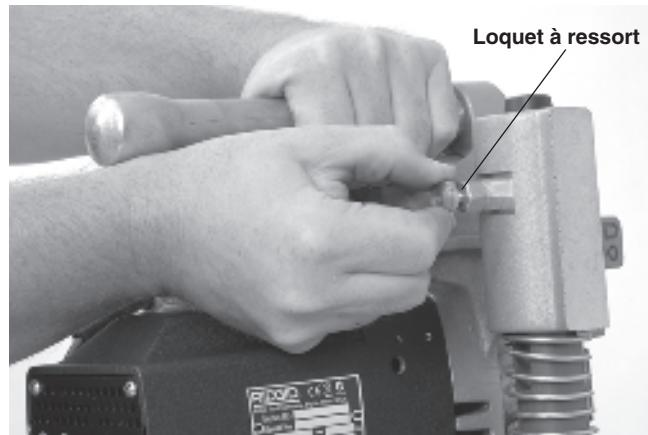

Figure 7 – Séparation du moteur de l'embase
Vérifiez que la chaîne et le levier pivotant se déplacent librement. Sur la HC-300, vérifiez le bon fonctionnement de la goupille d'arrimage du moteur (*Figure 7*).
1. Posez la scie à cloche HC-300 sur une surface saine et stable, tirez sur le loquet à ressort situé en partie haute de son poteau gauche pour libérer le moteur de l'embase, puis retirez le moteur (*Figure 7*).